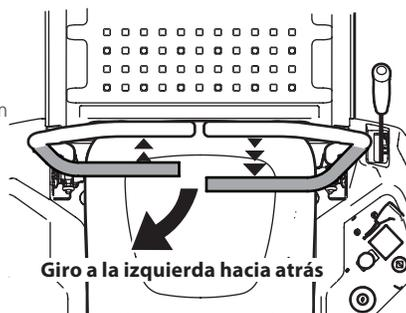

Figura 31
- Para girar a la izquierda mientras se desplaza marcha atrás, mueva la palanca de control del lado izquierdo hacia adelante respecto de la palanca derecha. Consulte la Figura 31.